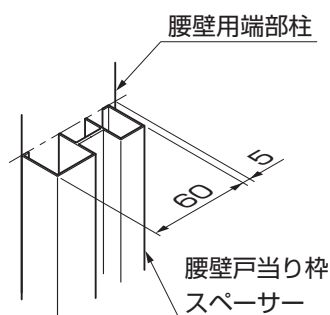

図1-3
- 腰壁用縦枠スペーサーは、腰壁用端部柱に外側の面と合わせて取付けてください。（図1-3参照）